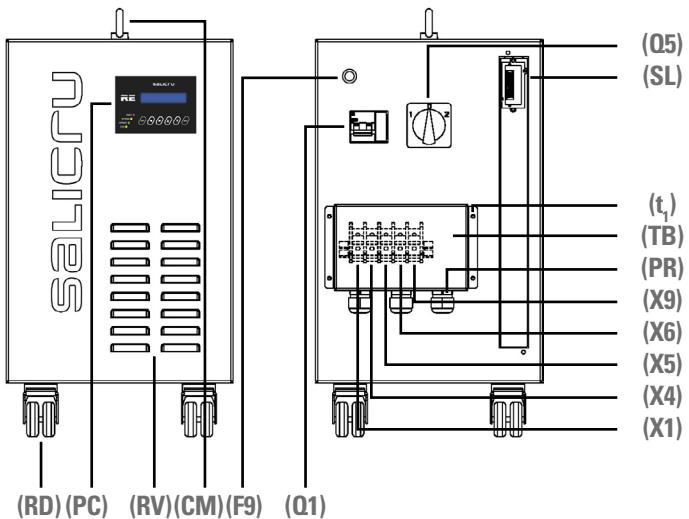

Fig. 6.
- (0) La expresión «F. x A. x Alt.» corresponde a las dimensiones máximas en mm de «Fondo x Ancho x Alto» e incluye aquellos elementos montados de serie en cada modelo que exceden del propio perfil de la caja o armario y que son imprescindibles funcionalmente o por seguridad, como: interruptores, tapas de bornes, base de reposo (pie o peana), ruedas, ...
- (1) No está contemplado el cáncamo en la altura total del equipo en los modelos correspondientes a las Fig. 6, 7 y 8. La altura del cáncamo es de 45 mm, sumarla a la altura indicada para cada modelo para obtener la altura total.